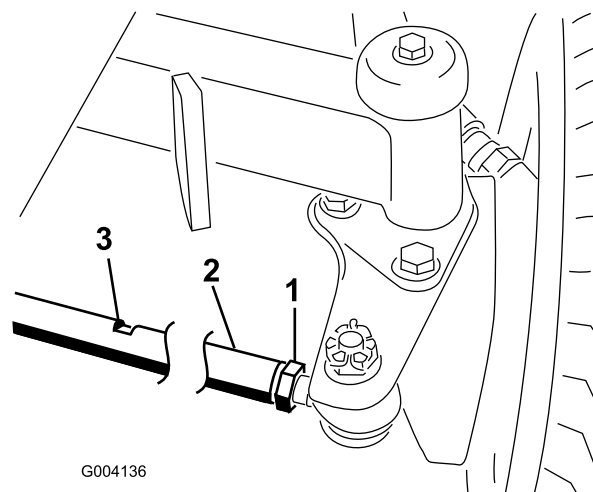

**Bild 70**
2. Lösen Sie die Klemmmutter an jedem Ende der Zugstange (Bild 70).